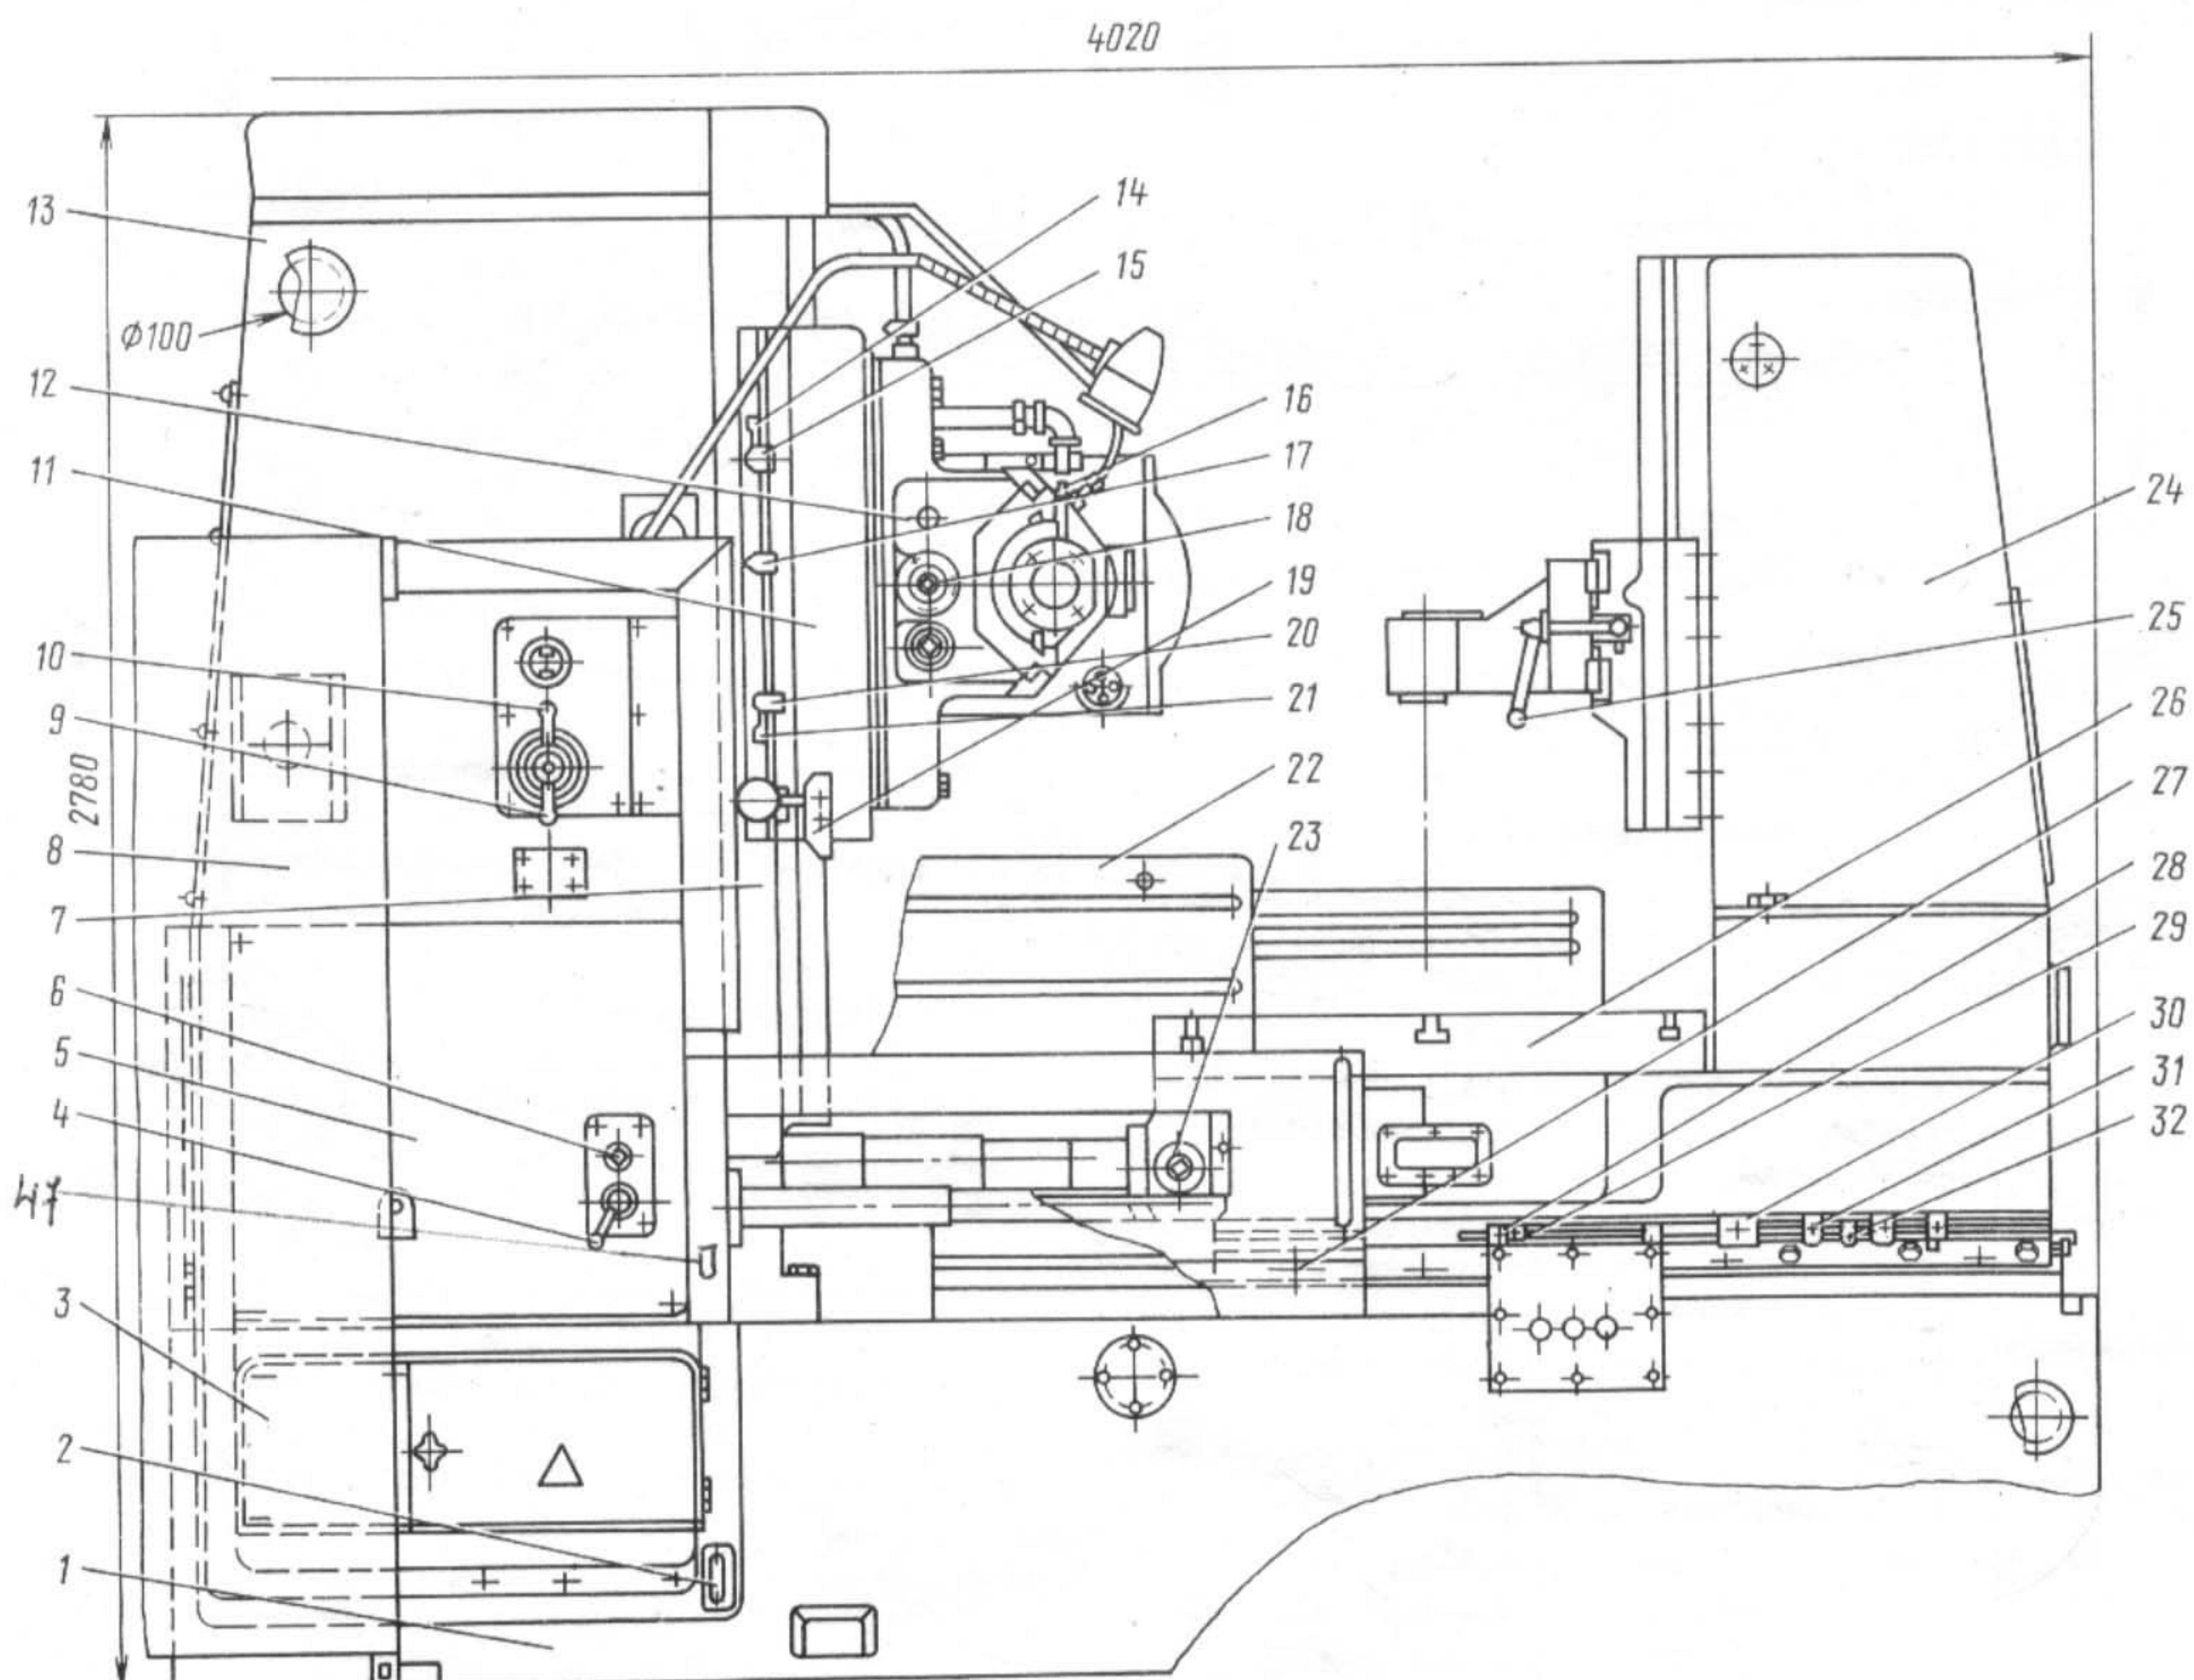

Рис. 4. Общий вид станка с обозначением составных частей и органов управления (см. также стр. 6)
4. I. Составные части станка указаны на рис. 4, а перечень составных частей приведен в табл. 2.
Номер позиции на рис. 4	Наименование